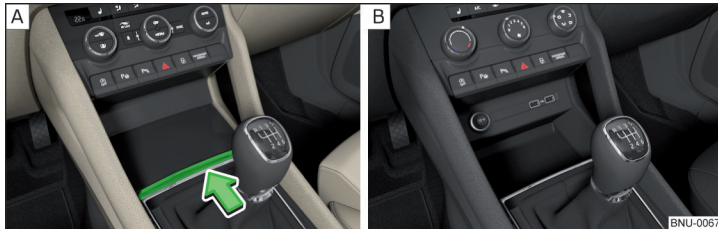

Abb. 97 Ablagefach öffnen / Nicht abschließbares Ablagefach
- Zum **Öffnen** auf die Leiste in Pfeilrichtung drücken » Abb. 97 - **A**.
Bestimmte Modellausführungen verfügen über keinen Deckel des Ablagefachs » Abb. 97 - **B**.